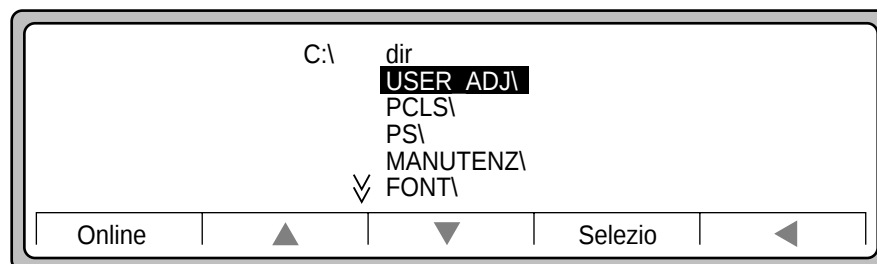

Figura 6-5 Sottomenu fileC
4. Nel sottomenu fileC illustrato nella Figura 6-5, usare ▼ per evidenziare USER_ADJ e quindi premere Selezio.